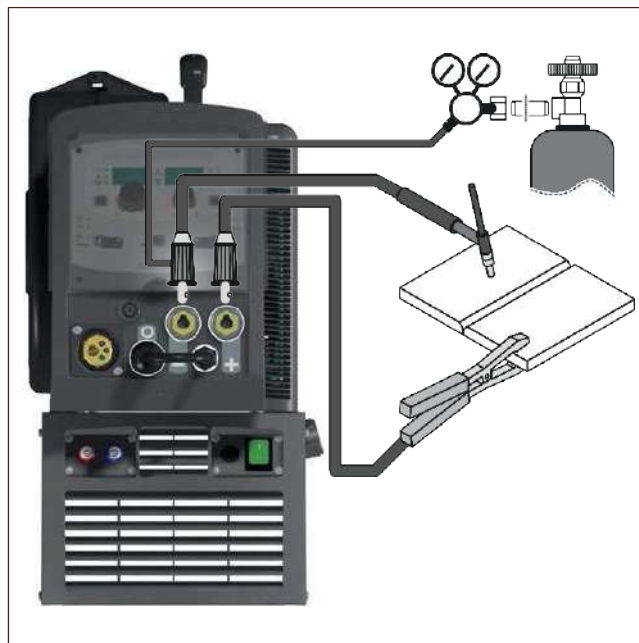

Fig. 14.7
- 1) Connexion des câbles de soudage (Fig. 14.7) :